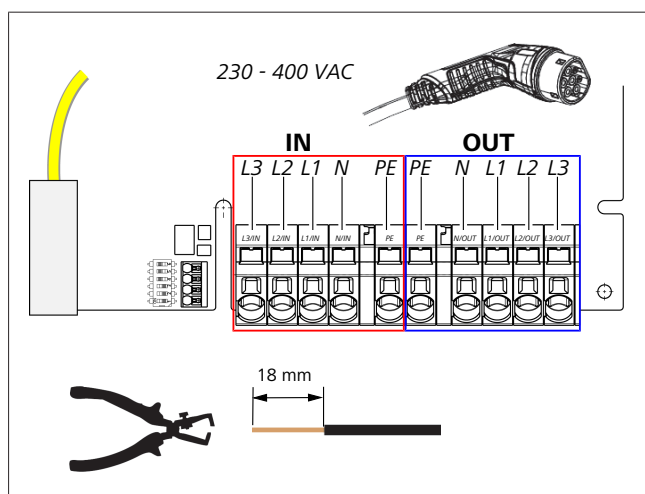

Fig. 8
- Con l'ausilio del cacciavite a testa piatta (3,5 mm) chiudere le singole estremità del cavo come riportato nell'immagine (Fig. 8) sul blocchetto di serraggio sinistro con la scritta "IN".